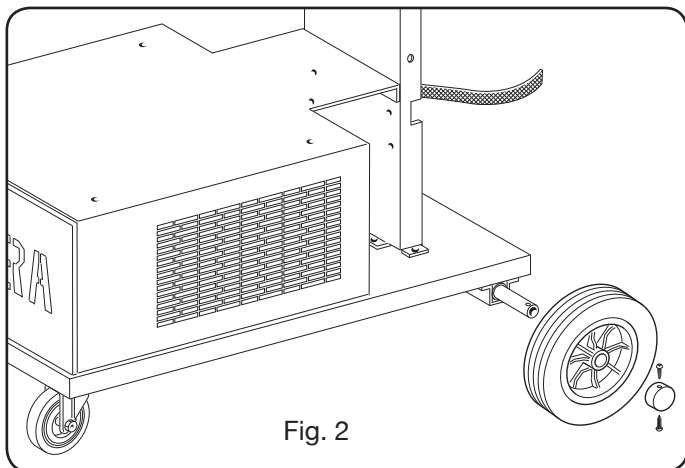

Fig. 2
- Van alle generatoren moet u de achterwielen monteren nadat u de as heeft aangebracht (afb. 2).